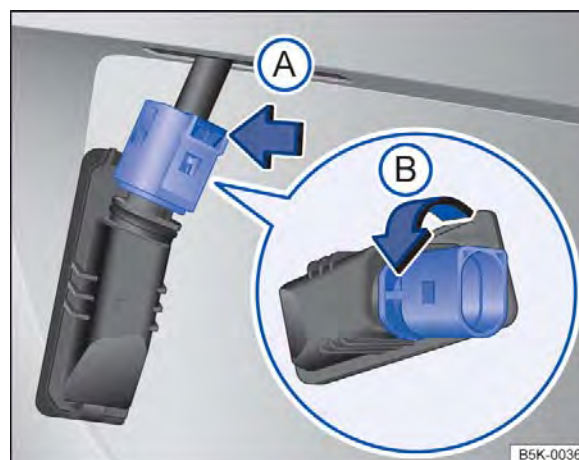

Fig. 176 Lanterna da placa licença: desinstalar o suporte da lâmpada. ▶
4.	Pressionar a trava do conector no sentido da seta ⇒ Fig. 176 (A) e puxar o conector para fora.
5.	Girar o suporte da lâmpada no sentido da seta (B) e retirar com a lâmpada incandescente.
7.	Encaixar o suporte da lâmpada na lanterna da placa de licença e pressionar no sentido contrário ao da seta (B) até o batente.